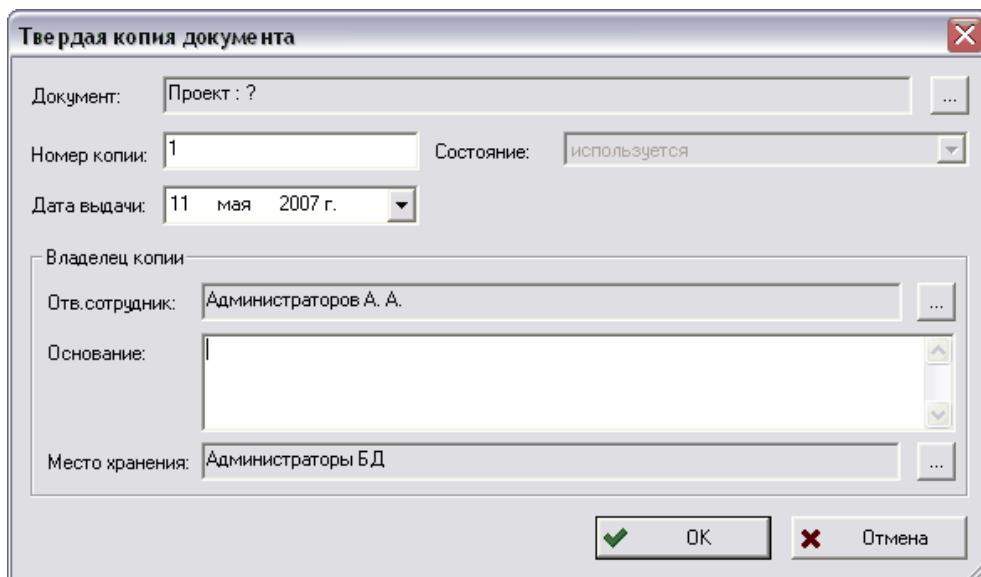

Рис. 119
2. В появившемся окне **Твердая копия документа** введите соответствующие параметры (Рис. 119).